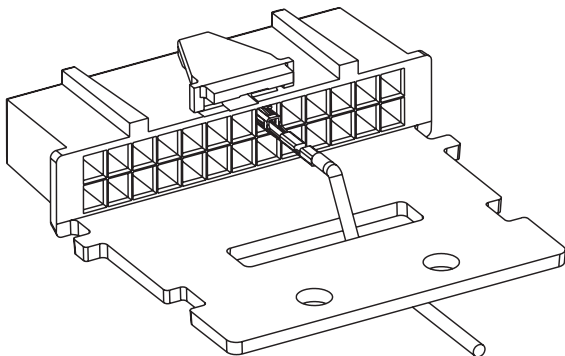

Abb. 1a. Zugentlastung
6. Führen Sie die Drähte wie in *Abb. 1a* gezeigt durch den Anschluss. Sind mehrere Zubehöerteile an das Funkgerät angeschlossen, verfahren Sie bitte wie in *Abb. 1b* gezeigt und sichern die Drähte nach Durchführen von Schritt 7 mit einem Kabelbinder.